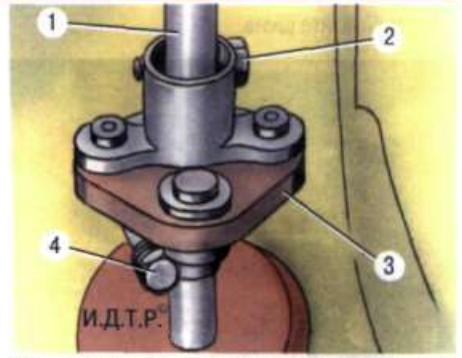

Рис. 8.5. Муфта вала рулевого колеса: 1 – вал рулевого колеса; 2 – верхний стяжной болт; 3 – муфта; 4 – нижний стяжной болт
19. Установите детали и рулевой механизм в порядке, обратном снятию. При установке рулевого механизма обратите внимание на то, чтобы рейка находилась в среднем (нейтральном) положении, размер **A** (рис. 8.4) между осью симметрии головок рулевых тяг и углублением посадочного места левой резиновой опоры составлял 325 мм, а положение рулевого колеса соответствовало прямолинейному движению. При этом стяжной болт 2 (рис. 8.5) клеммового соединения фланца муфты с хвостовиком вала рулевого колеса должен находиться в горизонтальном положении и поверх рулевого вала.